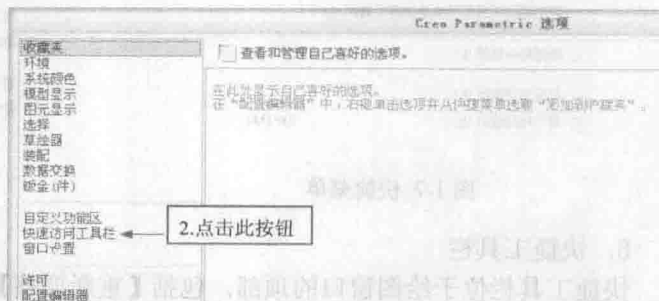

图 1-5 “Creo Parametric 选项”对话框
(2) 点击列表中的【选项】按钮，弹出如图 1-5 所示的【Creo Parametric 选项】对话框。